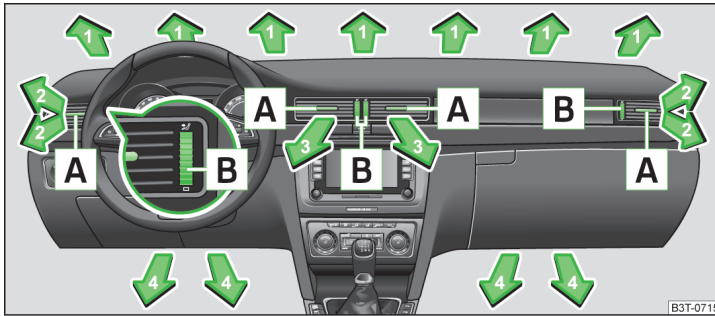
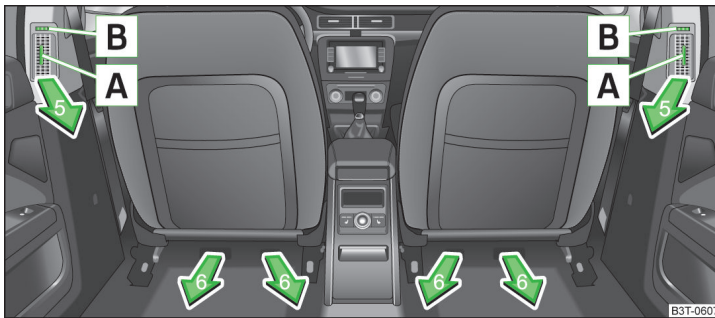

Abb. 122 Luftaustrittsdüsen vorn
Abb. 123 Luftaustrittsdüsen hinten
Bei den Luftaustrittsdüsen **2, 3** » Abb. 122 und **5** » Abb. 123 kann die Luftstromrichtung geändert und die Düsen können auch einzeln geschlossen und geöffnet werden.
- Die waagerechten Lamellen mithilfe des verschiebbaren Verstellelements **A** » Abb. 122 bzw. » Abb. 123 nach oben oder unten drehen, um die Höhe der Luftströmung einzustellen.
- Die senkrechten Lamellen mithilfe des verschiebbaren Verstellelements **A** » Abb. 122 bzw. » Abb. 123 nach links oder rechts drehen, um die seitliche Richtung der Luftströmung zu ändern.
- Den Drehregler **B** » Abb. 122 bzw. » Abb. 123 in die Stellung drehen, um die Luftaustrittsdüse vollständig zu öffnen.
- Den Drehregler **B** » Abb. 122 bzw. » Abb. 123 in die Stellung **0** drehen, um die Luftaustrittsdüse zu schließen.
Wir empfehlen Ihnen, die Luftaustrittsdüsen **3** » Abb. 122 auf Seite 113 in geöffnete Stellung zu belassen.